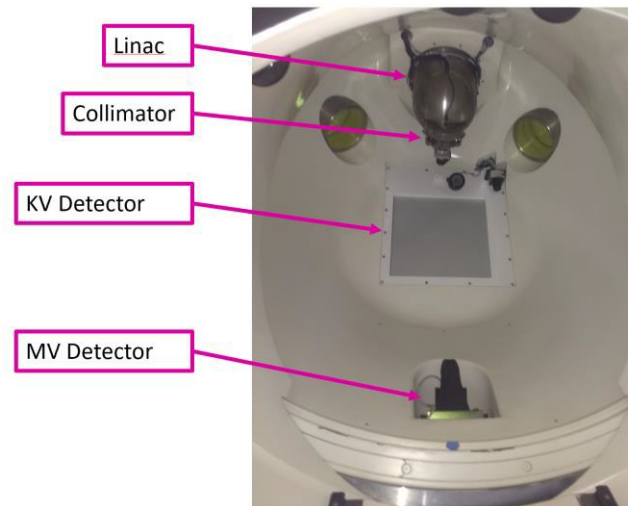

Figura 1.1.3: Interior del sistema Zap-X
El interior del sistema, visto desde la entrada de la mesa, se muestra en la Figura 1.1.3.
- **Acelerador lineal:** El acelerador lineal que administra el haz de tratamiento está dentro del sistema (en la Figura 1.1.3, se muestra la carcasa del acelerador).